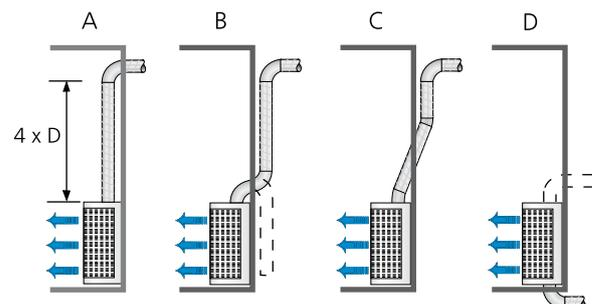

Abbildung 3. Beispiel für die Beeinflussung der Geräuscherzeugung seitens verschiedener Auslassanschlüsse.
Der Auslass kann mitten im Raum in der Nähe von Säulen oder an Wänden angebracht werden. Bei Wandmontage ist ein 3-seitiges Strahlprofil zu wählen. Bitte beachten, dass die Auslegungsdiagramme Daten bei einer äquivalenten Absorptionsfläche von 150 m² zeigen. Hierdurch werden die Einlaufgeschwindigkeiten in den Auslass relativ hoch. Die Art und Weise des Anschlusses der AusläÙe an den Kanal ohne extra Geräusche ist besonders zu berücksichtigen. Siehe Abbildung 3.
- Die Diagramme geben die Daten für den Schallpegel mit einer äquivalenten Schallabsorptionsfläche von 150 m² und 2 m vom Auslass sowie bei einer geraden Strecke auf dem anschließenden Kanal. Siehe Abbildung 3 für extra Geräusche bei alternativen Kanalanschlüssen.